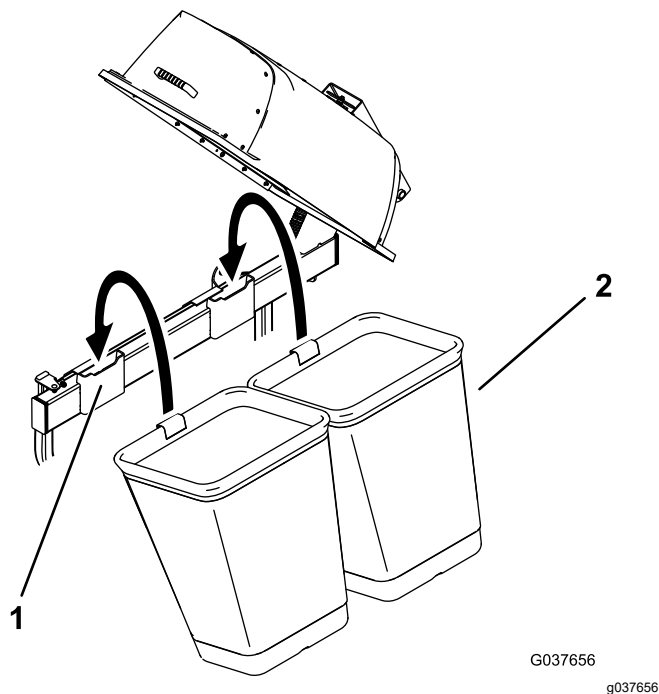

Figura 18
2. Instale las bolsas en los soportes del ensacador (Figura 18).